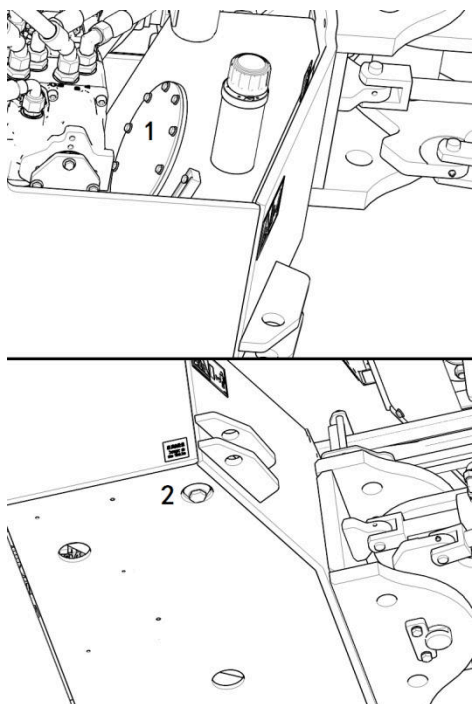

Рис. 3-33 Гидравлический масляный бак
1. Слив и очистка гидравлического масляного бака (Рис. 3-33)